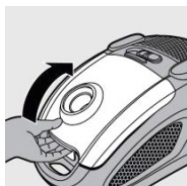

Рис. 23
2. Відкрийте кришку (рис. 23).